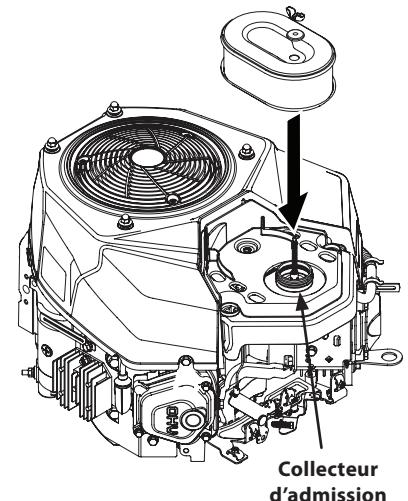

Figure 6-7
7. Attachez le nouveau filtre à air avec l'élément en mousse en alignant le trou du filtre à air avec le collecteur d'admission. Voir la Figure 6-7.